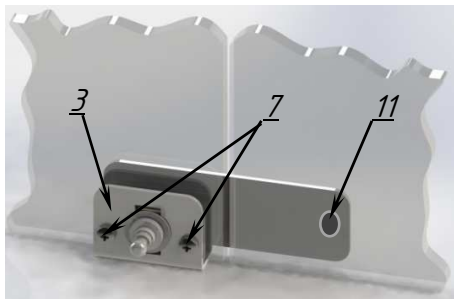
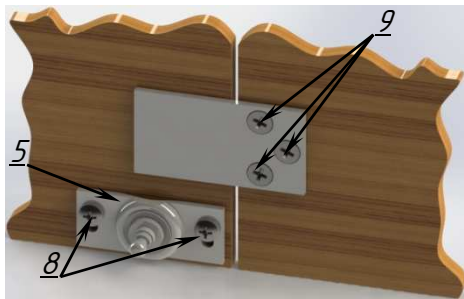

Рис.6. Крепление ригеля на стеклянные двери
Рис.7. Крепление ригеля и запорной планки на двери из ЛДСП
1. Установите ригель на дверь (см. рис.6 или рис.7).